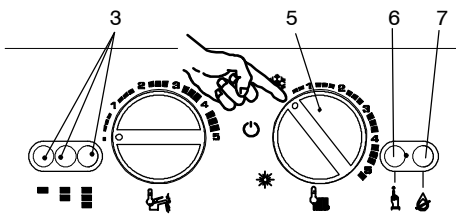

fig. 5.26
- 2 Posicionar el selector de función / manopla de regulación temperatura calefacción, como se indica en fig. 5.26